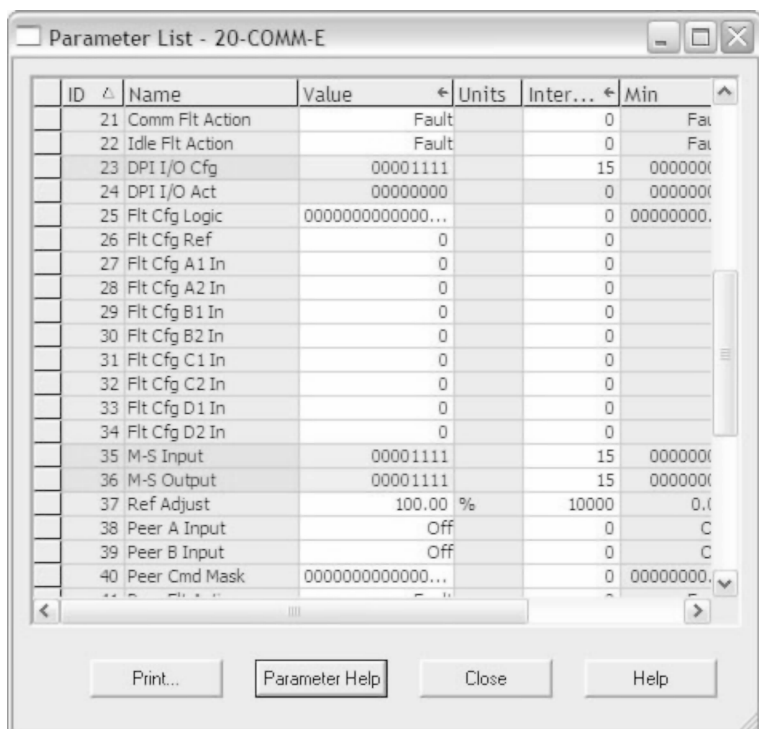

图 25-25 参数列表
23. 查看自动设置的网络参数。再次单击“变频器”（Drive）选项卡。在树形视图中展开 20-COMM-E，然后双击其“参数列表”（Parameter List），查看“线性列表”（Linear List）编辑器。向下滚动，查看参数 23、35 和 36 的值，如图 25-25 所示。如上文所述，在 PowerFlex 70 “模块定义”（Module Definition）窗口中组态 I/O 连接时，已对这些参数进行了自动设置。